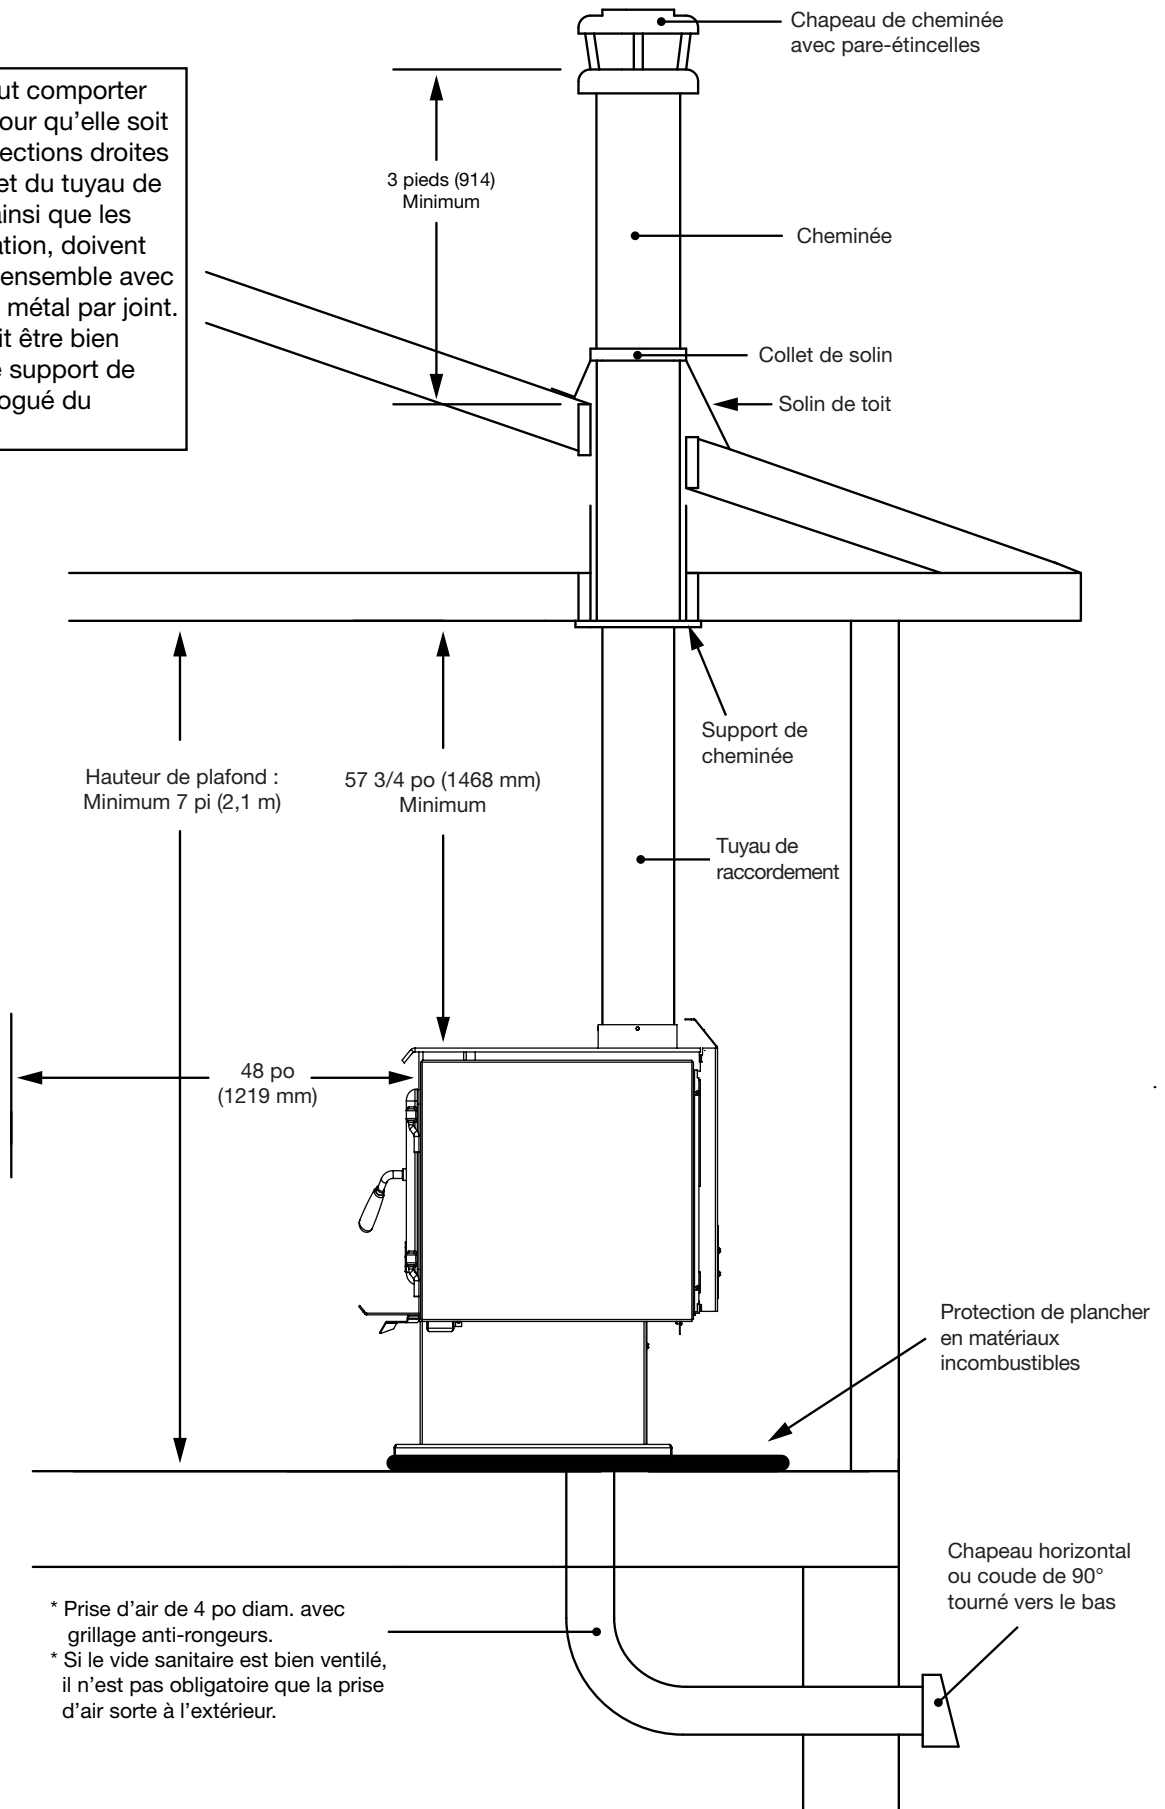

Figure 5: Ventilation pour une maison mobile.
- Fixer le poêle au plancher à l'aide de deux vis de compression 1/4 po longues de 1 po ou plus. Si le poêle est muni de pattes, insérer un onglet d'ancrage dans la rainure des deux pattes arrière et fixer avec des vis de compression 1/4 po longues de 1 po ou plus (figure 5).